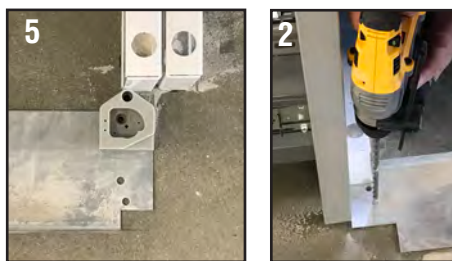

Figura 1: Pasos 1-4
1. Marque los orificios (10) de las placas de base de las puertas en la guía de alineación de las puertas, como se muestra en la Figura 1.